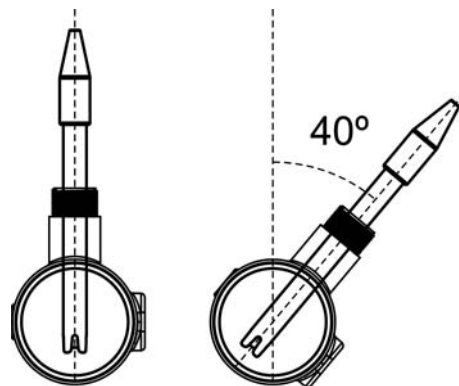

Fig. 13
4. **Installez toujours les sondes de pH / ORP préférablement verticale ou avec une inclinaison maximale de 40° (Fig. 13).**